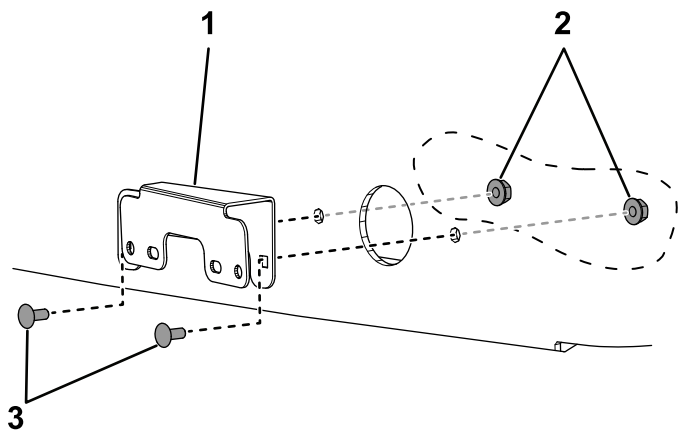

図 23
3. 方向指示器ブラケット 2 個をフードに取り付けるキャリッジボルト #10 x 1/2" 4 本とロックナット #10 4 個を使用する 図 23。